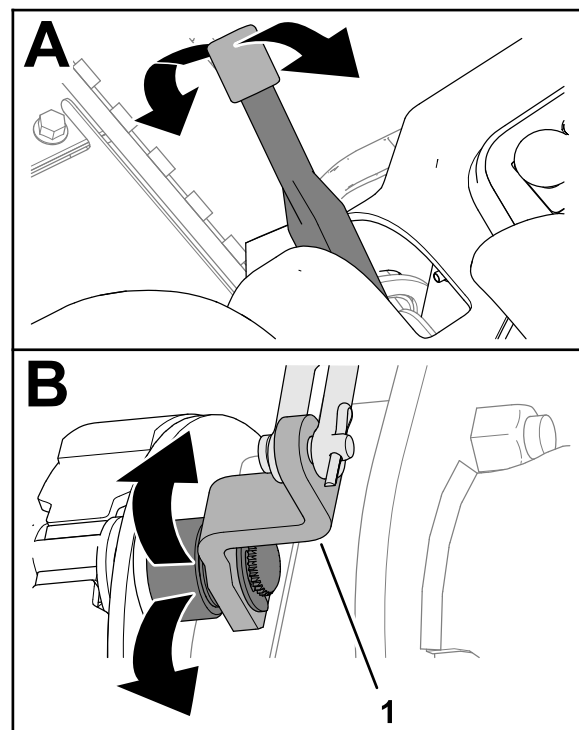

図 71
2. 駐車ブレーキのレバーを何度か操作して、ブレーキカムのレバーが自由に動くことを確認する図 71。